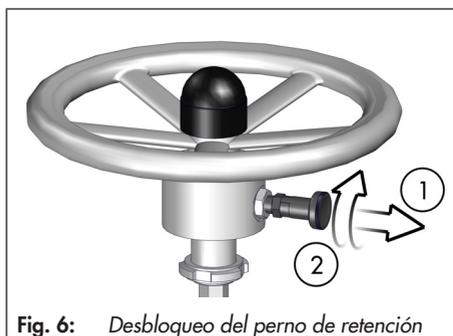

Fig. 6: Desbloqueo del perno de retención
1. Primero tirar del perno de retención hacia fuera y a continuación girarlo 90°, ver Fig. 6. Al girar el perno de retención, este permanece en la posición de desbloqueo.